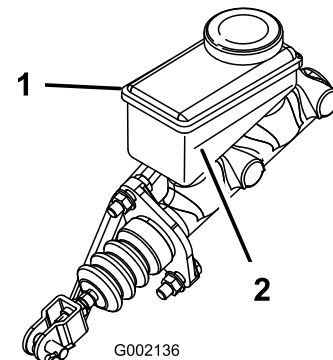

Figura 128
5. Mire el contorno del nivel de aceite en el lateral del depósito (Figura 128).
- B. Añada líquido de frenos DOT 3 al depósito hasta que el nivel esté por encima de la línea de mínimo (Figura 128).